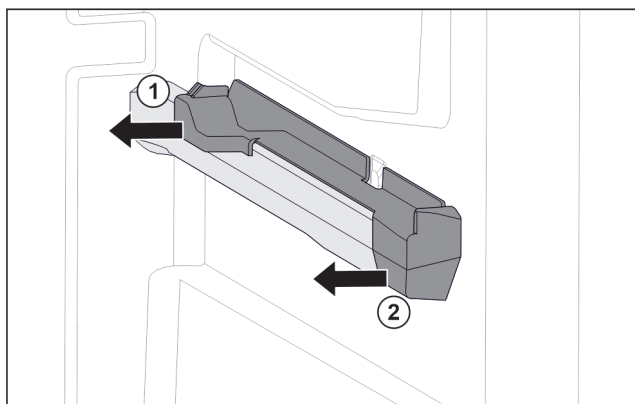

Fig. 77 Nasazovací díl na pravém žebrování na nádoby
- ▶ Stáhněte nasazovací díl vzadu na stranu. Fig. 77 (1)
- ▶ Stáhněte nasazovací díl vpředu na stranu. Fig. 77 (2)